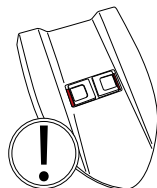

Fig.20
- Ejercer una presión en la tapa hasta notar que se enganchan los dos cierres deslizantes en el depósito de agua sucia, los dos cierres deberán deslizarse hacia el exterior del depósito (Fig.20).
La tapa está instalada **correctamente** cuando **NO** se ve el fondo **ROJO** en los dos cierres (Fig.20).